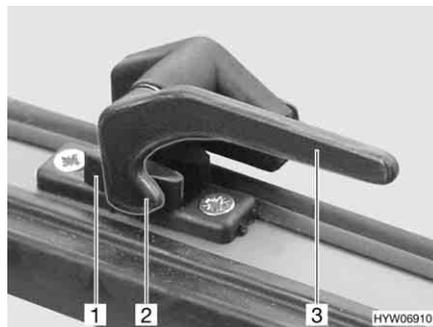

Fig. 64 Palanca de bloqueo en la posición de "cerrado"
- Girar todas las palancas de bloqueo (Fig. 64,3) un cuarto de vuelta hacia el centro de la claraboya.
- Girar todas las palancas de bloqueo (Fig. 64,3) un cuarto de vuelta hacia el marco. El saliente de bloqueo (Fig. 64,2) se encuentra en la cara interior del bloqueo de la claraboya (Fig. 64,1).
- En la posición "cerrada fijamente" (Fig. 64)